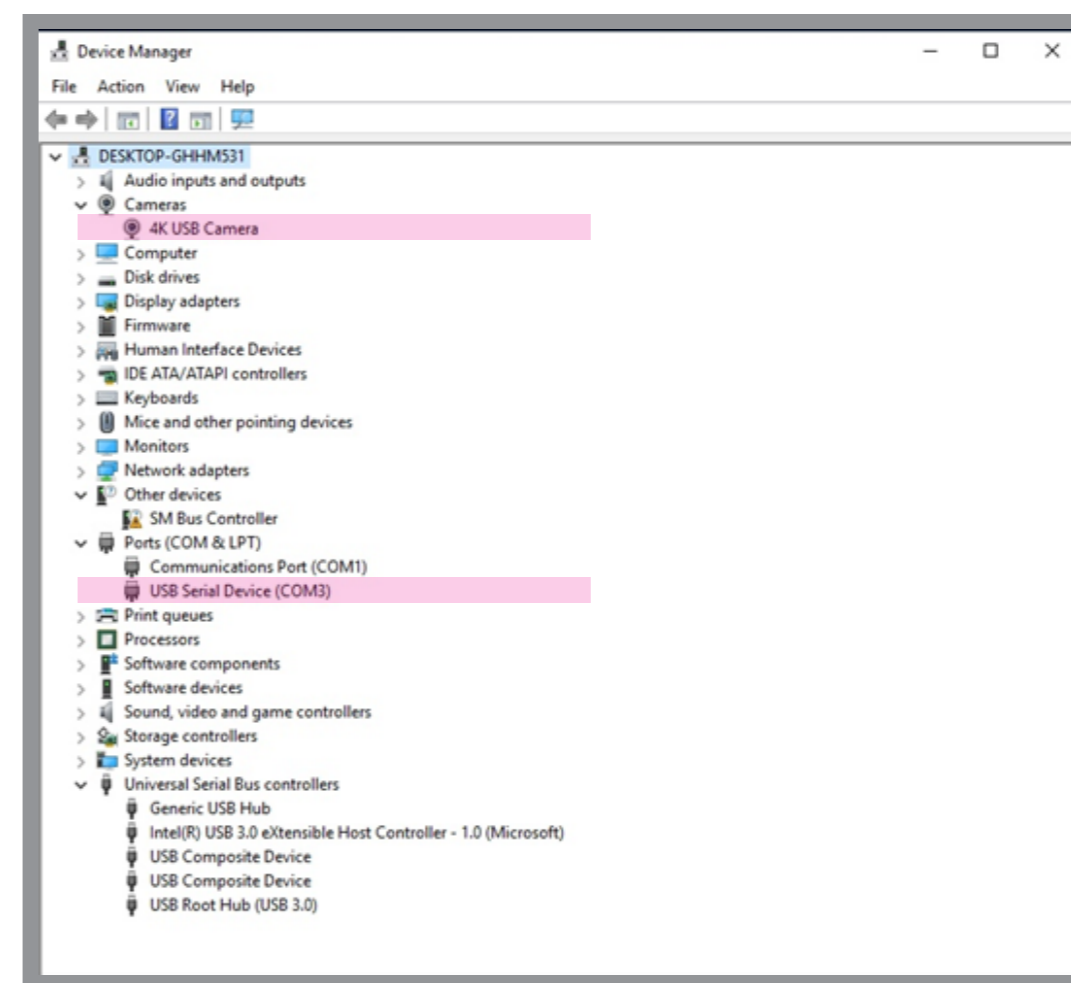

Рисунок 8. Диспетчер устройств Windows 10
1. Подключите USB-кабель сканера к компьютеру. Перейдите в **Диспетчер устройств** (рис. 8 и 9). Во вкладке **Камеры** (Windows 10) должно появиться новое устройство **4K USB camera**, а во вкладке **Порты (COM&LPT)** сканер отображается как **USB Serial device (COM)** или **STMicroelectronics Virtual COM Port (COM)**.